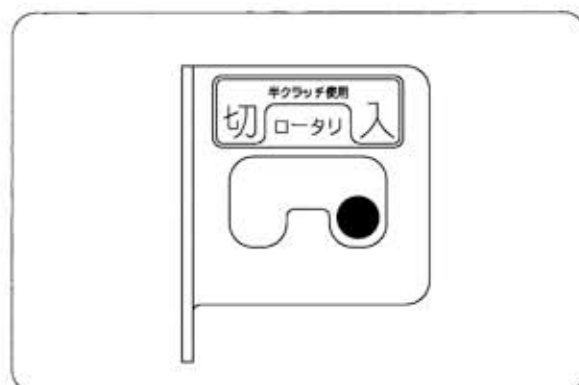

図38
- ① ロータリチェンジレバーを【入】位置に入れます。(図38)
- ② 主変速レバーを希望の位置に入れ、主クラッチレバーを【入】位置にすると発進します。